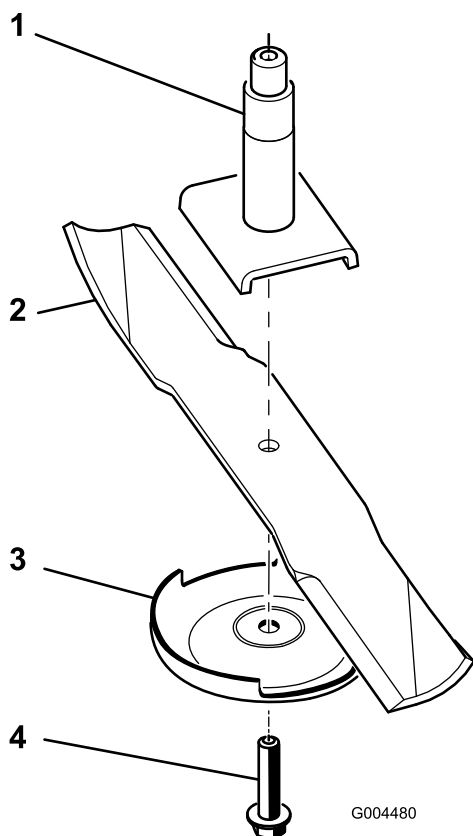

Bild 29
2. Nehmen Sie die Messerschraube, die Antiskalpierplatte und das Messer von der Spindelwelle ab (Bild 29).
Hinweis: Wenn das Schnittmesser in seiner horizontalen Position bleibt, ist es ausgewuchtet und kann wiederverwendet werden. Feilen Sie, wenn das Schnittmesser nicht ausgewuchtet ist, vom Flügelbereich des Messers etwas Metall ab (Bild 29). Wiederholen Sie diesen Vorgang, bis das Messer ausgewuchtet ist.
1. Setzen Sie das Messer auf die Spindelwelle (Bild 29).
2. Montieren Sie die Antiskalpierplatte und die Messerschraube (Bild 29).